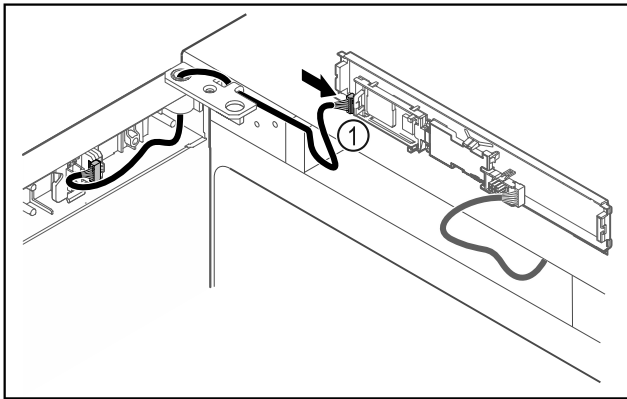

Fig. 42
- ▶ Įkiškite kištuką į plokštę Fig. 42 (1).